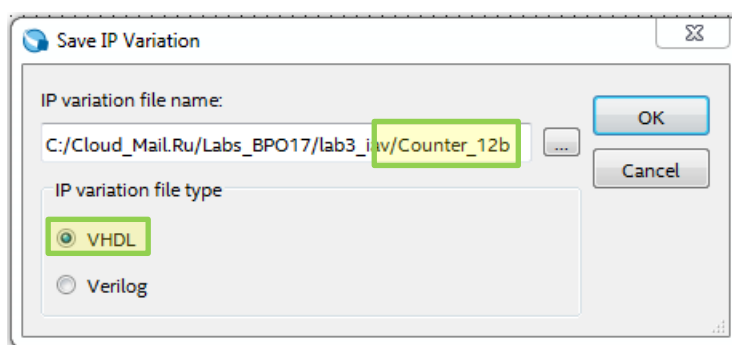

Рис. 5 Окно создания экземпляра выбранного компонента
3.2. В появившемся окне настройки задайте имя экземпляра выбранного компонента (Counter\_12b) и укажите язык описания аппаратуры (VHDL), в коде которого он будет храниться в проекте (рис.5). Выполните «**OK**».